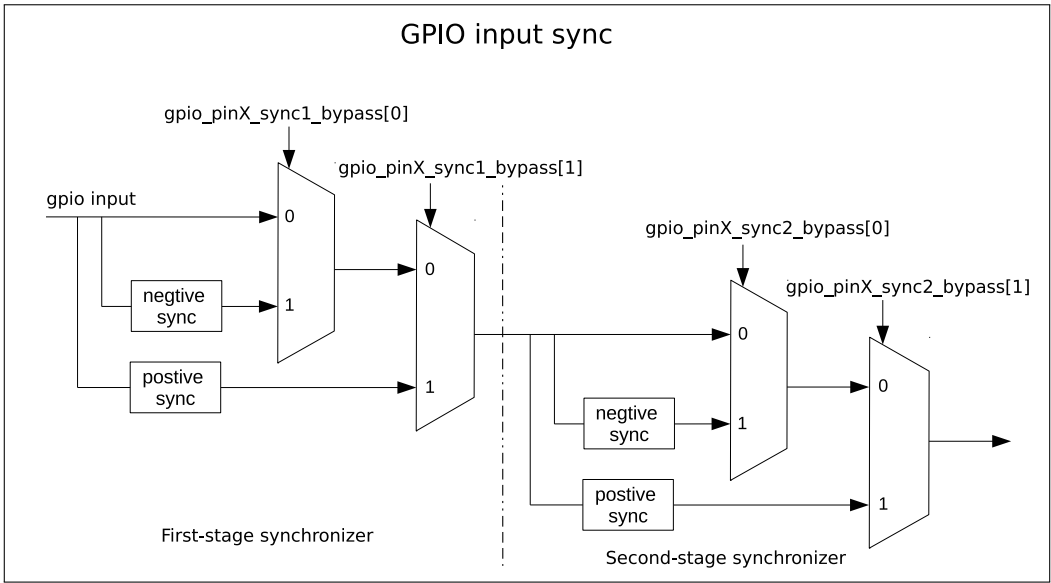

图 6.4-1. GPIO 输入经 APB 时钟上升沿或下降沿同步
GPIO SYNC 模块的功能如图 6.4-1 所示。其中，negative sync 表示 GPIO 输入信号经 APB 时钟的下降沿同步，positive sync 表示 GPIO 输入信号经 APB 时钟上升沿同步。
- 如图 6.4-1 所示，配置 GPIO_PIN x _SYNC1_BYPASS 使能输入信号第一拍为上升沿或下降沿同步；
- 如图 6.4-1 所示，配置 GPIO_PIN x _SYNC2_BYPASS 使能输入信号第二拍为上升沿或下降沿同步。